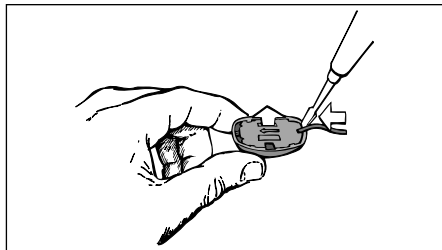

Fig. 8
1. Dégagez la plaque de socle du crantage en utilisant un tournevis comme un levier, ainsi qu'on le voit à la Fig. 8, et enlevez la plaque.